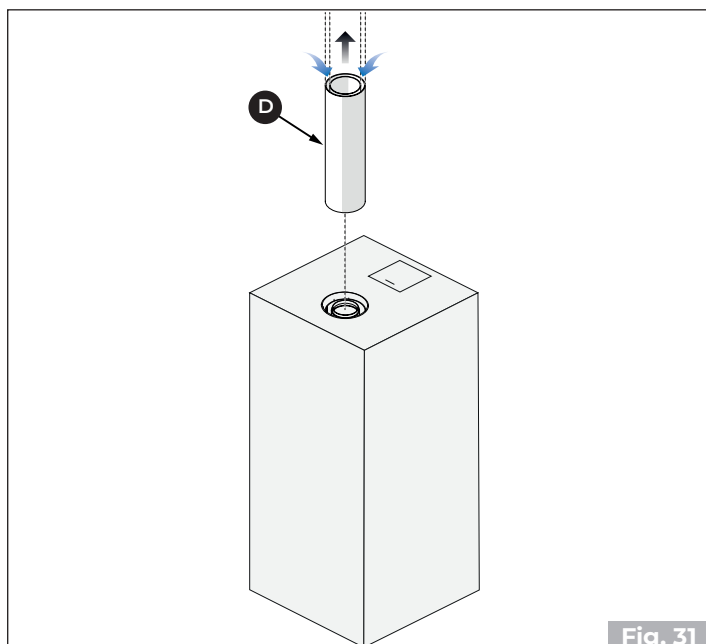

Fig. 31
- Conectar el tubo de salida humos **(A)** (**"Fig. 31"**)